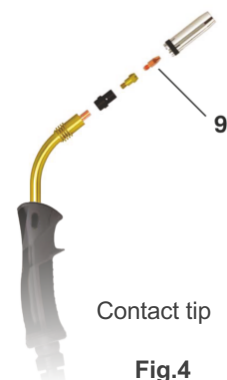

Fig.4
- De rollen (8- Fig.3) en de contacttip van de toorts (9- Fig.4) moeten overeenkomen met de diameter van de te gebruiken draad.